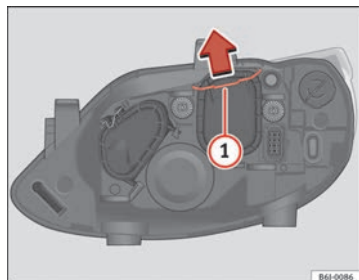

Fig. 151 Feux de croisement
- Déplacez le tirant ⇒ fig. 151 ① dans le sens de la flèche puis retirez le cache.